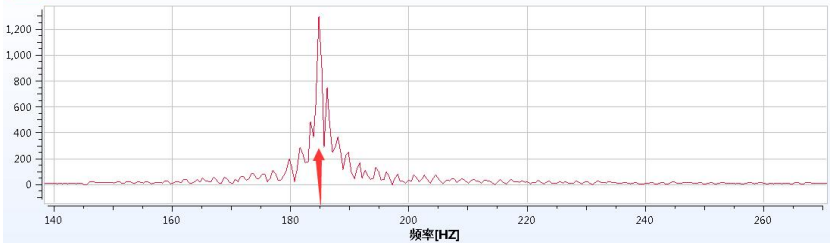

图 5-22 陷波频率显示界面
③此时界面弹出如下界面，如下图 5-22，拖动鼠标左键可放大波形，波峰对应的横坐标数值就是陷波值，将此参数输入 Fn45 中，保存重启。